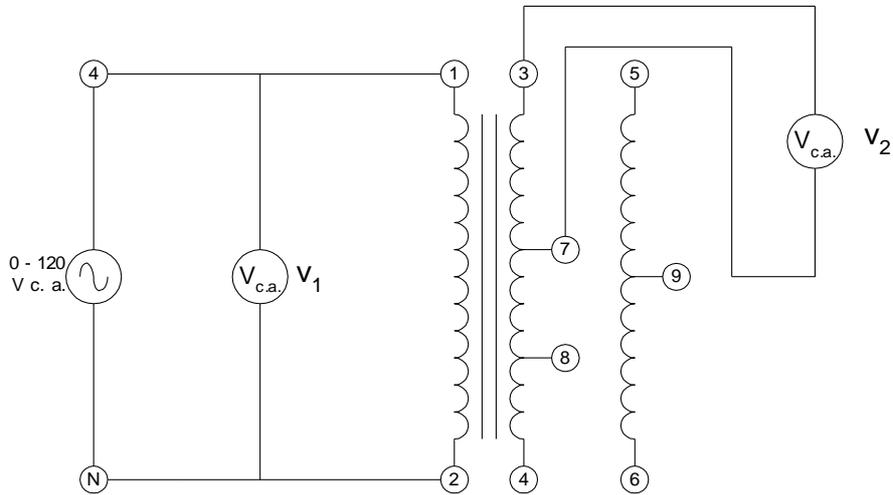

Figura 1
3. Haga la conexión del siguiente circuito. (Figura 1)